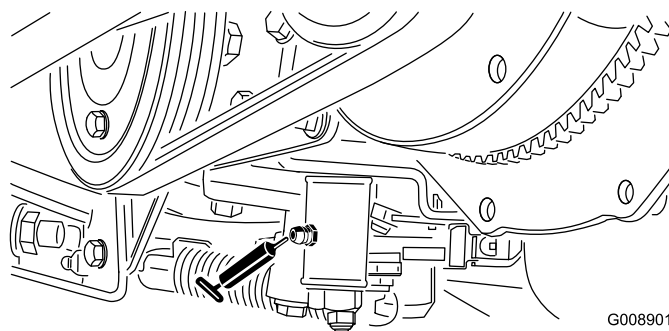

Figura 51
- Mecanismo de ajuste do ponto morto (Figura 51)